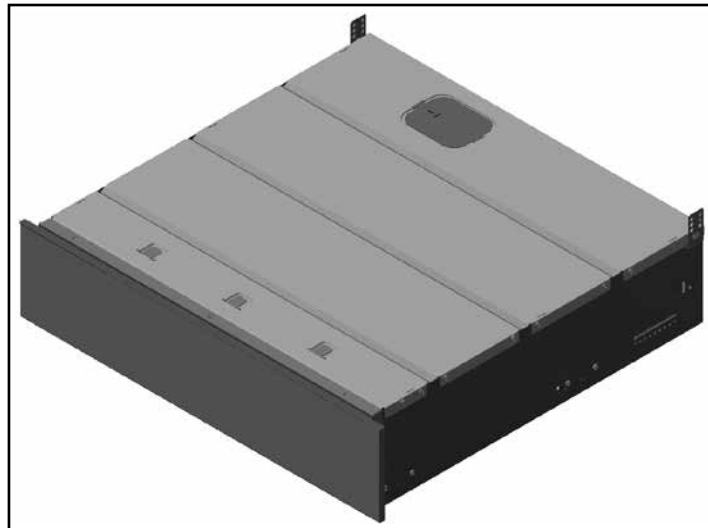

Fig. 1
- 1 conditionneuse (Fig. 1).
2	Enlever le bouchon du filtre à huile (B) (Fig. 1).